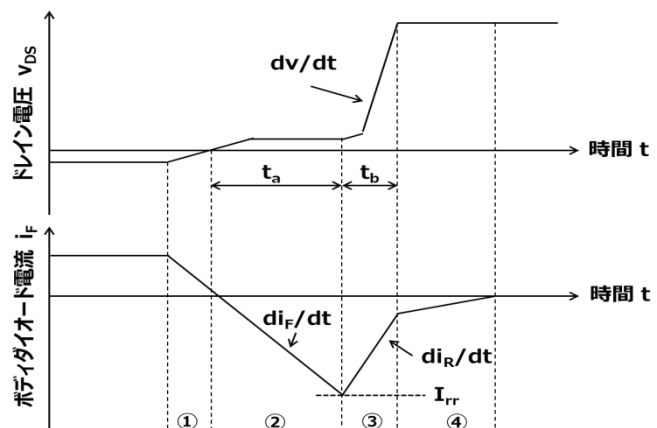

図 2 ボディダイオード 逆回復波形
ダイオードの動作において、大きな損失を発生させるのは、順方向から逆方向バイアスに切り替わるスイッチング動作時で、逆回復と呼ばれています。順方向バイアス状態（電流が流れている状態、ドリフト層中に大量のキャリア（電子とホール）が注入されている状態）から、逆方向バイアスを加えて、電流をゼロとするときに、注入されたキャリアが排出され、逆方向に大きなリカバリ電流が流れます。この電流により大きなリカバリ損失が発生します。順回復においては、キャリアの注入が始まるだけなので、これによる大きな電流は流れず、逆回復に比べて大きな損失にはなりません。図2.にダイオードの逆回復波形を示します。
### 逆回復の動作過程（図2. ①～④）
通常、電流がある程度まで減少した後、高電圧が印加されるようになった瞬間（図2. における状態③-④）に破壊が起こります。このような状態では、セル部のキャリアはほとんど無くなり、終端部にはキャリアが残留しています。終端部に残留したホールは全てセル外周に形成された終端部の p ベース端に集まり、終端部の p ベース端のみからソースへ排出されます。